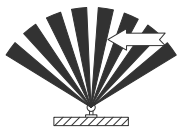

Рисунок 4
4.3 При выборе места установки прожекторов с датчиком движения необходимо учитывать, что наибольшую чувствительность датчик движения имеет, когда движущийся объект перемещается перпендикулярно лучам зоны обнаружения (рисунок 4).